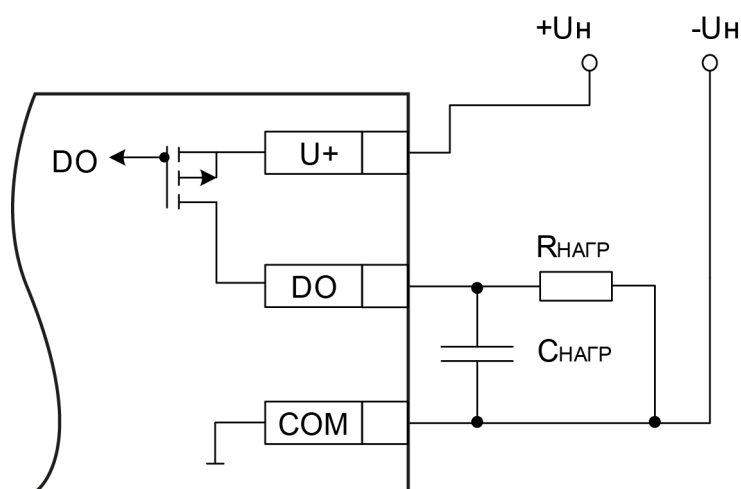

Рисунок 6.4 – Схема подключения нагрузки в режиме включения «верхний ключ»
- верхний ключ (рисунок 6.4) — для коммутации нагрузки с меньшей емкостью и большим током;